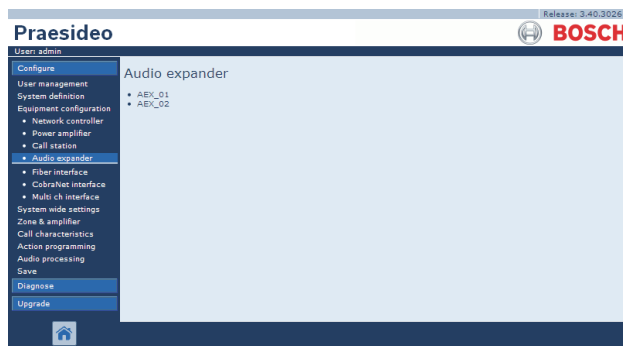

figura 44.36: Configurazione espansore audio, passaggio 1
- 1 Passare a *Configure > Equipment configuration > Audio expander*. Nella cornice principale dell'interfaccia web, appare una schermata simile a quella in figura 44.36.